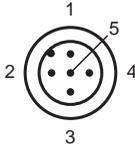

Bild 4.5: Anschlussbelegung serielle Schnittstelle
1. Stecken Sie die Buchse M12, 8-polig in den dafür vorgesehenen Stecker an der Gehäuserückseite. Die Steckerbelegung siehe Bild 4.5 auf Seite 13.